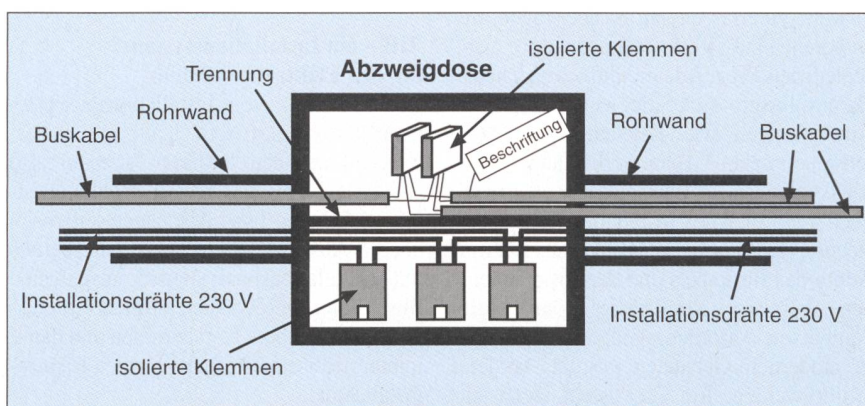

Bild 14 Niederspannungskabel und Buskabel in Abzweigboxen mit isolierten Klemmen
3. *Niederspannungs- und Buskabel in Abzweigdosen mit isolierten Klemmen:* Bei Verwendung von isolierten Anschlussklemmen, beispielsweise Wago-Klemmen, in Abzweigdosen für Nieder- und Kleinspannungskabel darf eine gemeinsame Dose mit gemeinsamer Rohreinführung verwendet werden. Es wird empfohlen, die Klemmen für die unterschiedlichen Strombereiche zu gruppieren oder, besser noch, in abgetrennten Bereichen zu platzieren. Die isolierten Abzweigklammern für den Bus sind gut sichtbar zu bezeichnen (Bild 14).